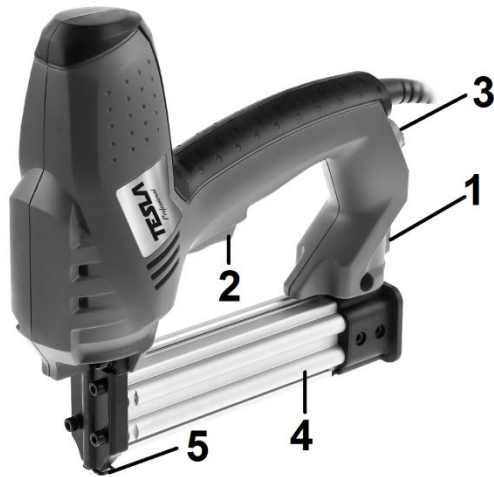

Рис.1
3. Включите выключатель питания степлера (1, Рис.1).
4. Нажмите на курок (2, Рис.1).